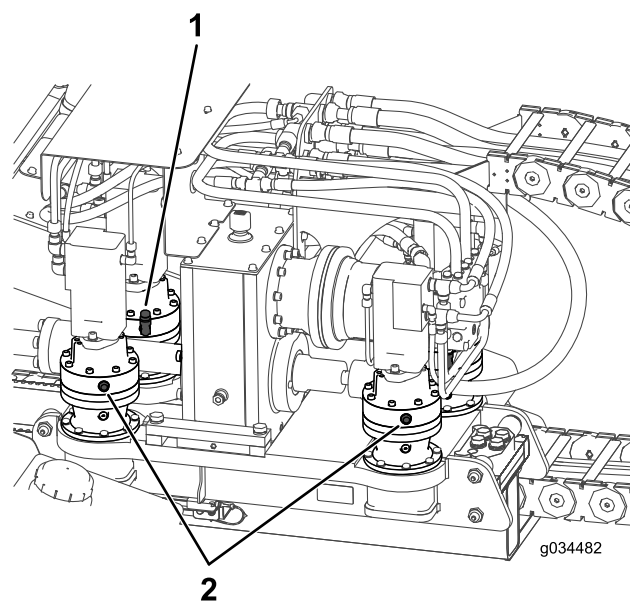

Figura 135
2. Verifique o nível de óleo pelo visor de nível do comando planetário de cada um dos motores de avanço (Figura 135).
3. Remova a tampa do respiro e adicione o óleo no comando planetário até o nível atingir, pelo menos, metade do visor de nível (Figura 135).
2. Verifique o nível de óleo pelo visor de nível na caixa de transmissão (Figura 135).
3. Remova a tampa do respiro e adicione o óleo na caixa de transmissão até o nível cobrir pelo menos metade do visor de nível (Figura 135).